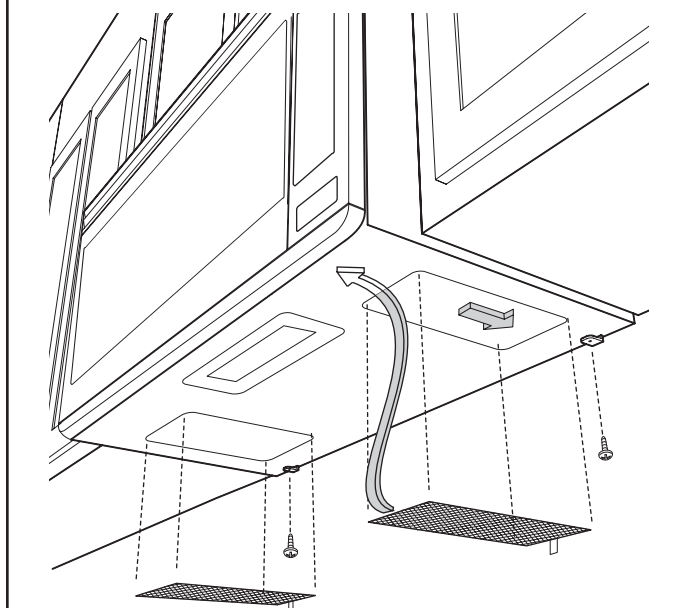

Figura 21
2. Utilice dos tornillos autorroscantes para asegurar las palanquillas que están en la base del horno. Vea la Figura 21.